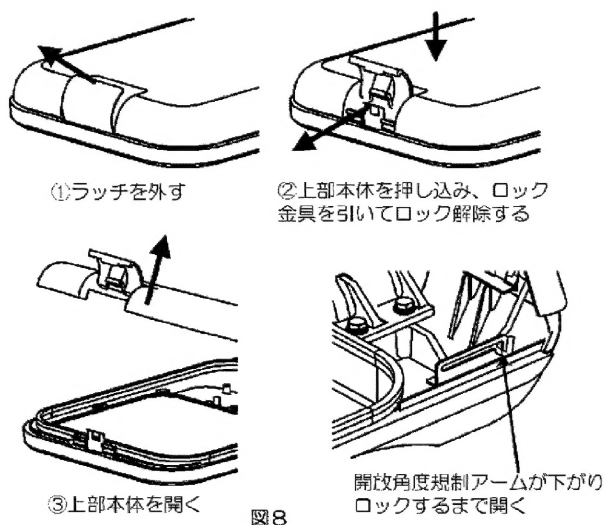

図8
3. ラッチを外し、ロック機構を解除して上部本体を開いてください。(図8)